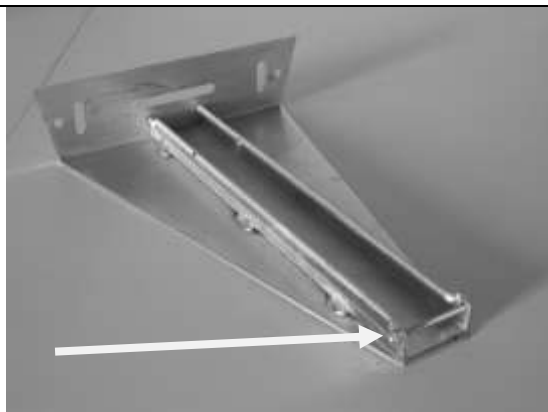

Figure 8
- e) Une fois les deux supports fixés, ôter la vis de blocage à l'extrémité de chacune des consoles (fig. 8), enfiler le roulement à l'extrémité de l'embout télescopique (fig. 9) et glisser l'axe et ses roulements dans les rails des consoles (fig. 10).